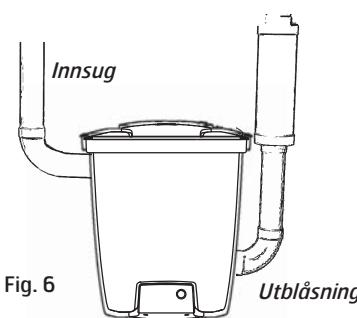

Fig. 6
5. Sett i blindpluggen i det uttaket der sugstussen tidigere satt. Monteres med de fire skruene. Utblåsningsrøret må festes godt til vegg så det ikke løsner fra stussen. Tenk på at du skal kunne vri det bøyde røret til ulike sider for en passende rørføring. Koble deretter til utblåsningsrøret og lyddemper, Fig 6. Monter sentralstøvsugeren slik at utblåsningsrøret blir så kort som mulig, maks 5 meter. Tenk på omgivelsene ved plassering av utblåsningen. Bruk derfor alltid lyddemper.